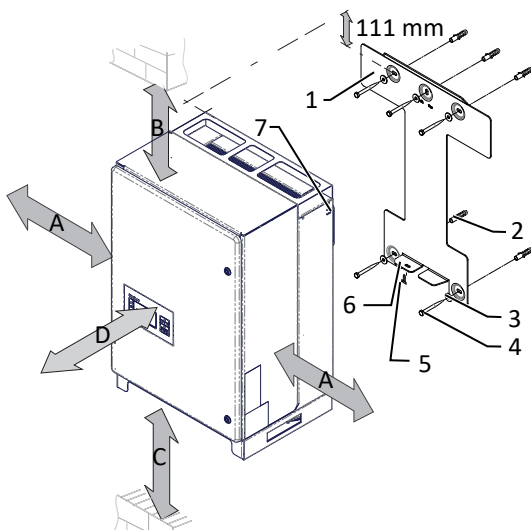

Abb. 13: Mindestabstände für Wandmontage
3. Beiliegende Schraube an der Lasche der Halterung einsetzen und Gerät zur Sicherung gegen Ausheben befestigen [X T30 /  2 Nm]. ([Siehe Abbildung 13 [▶ Seite 20]]).